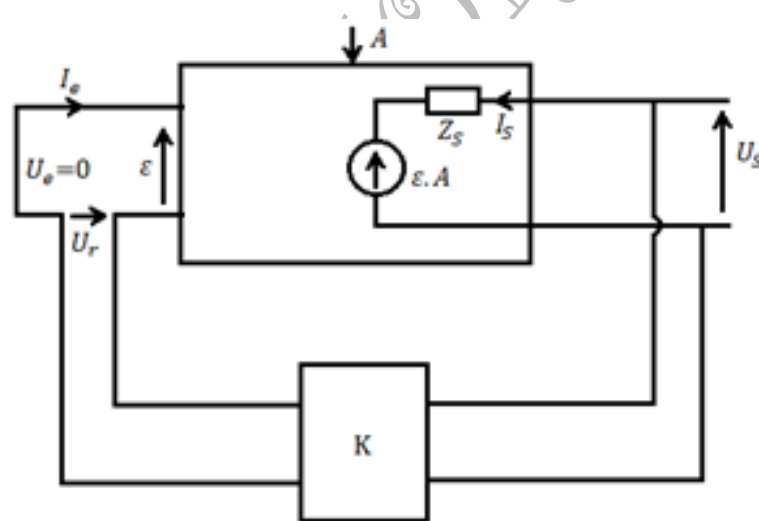

Figure 4.7 : schéma synoptique de l'AOP faisant apparaître l'impédance de sortie.
$$\text{Avec la maille de sortie de la figure 4.7, on a } \varepsilon A + Z I_s = U_s \quad (2)$$
À la maille d'entrée de la figure 4.7, on a